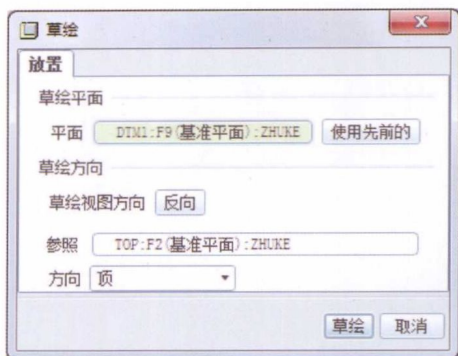
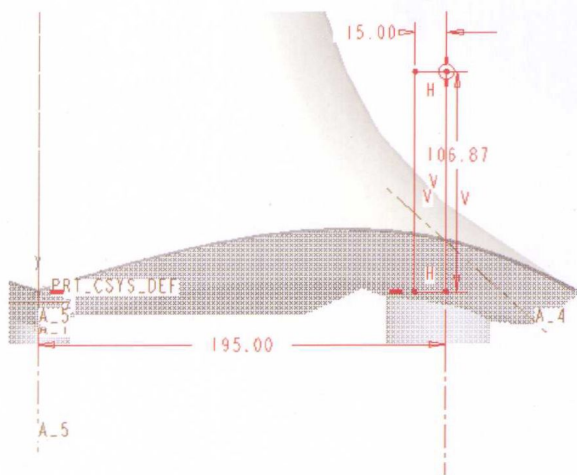

图1-47
图1-48
(32) 使用旋转工具，以DTM1为草绘平面，用直线工具绘制草图（图1-47）。草图形状和尺寸参照图1-48。